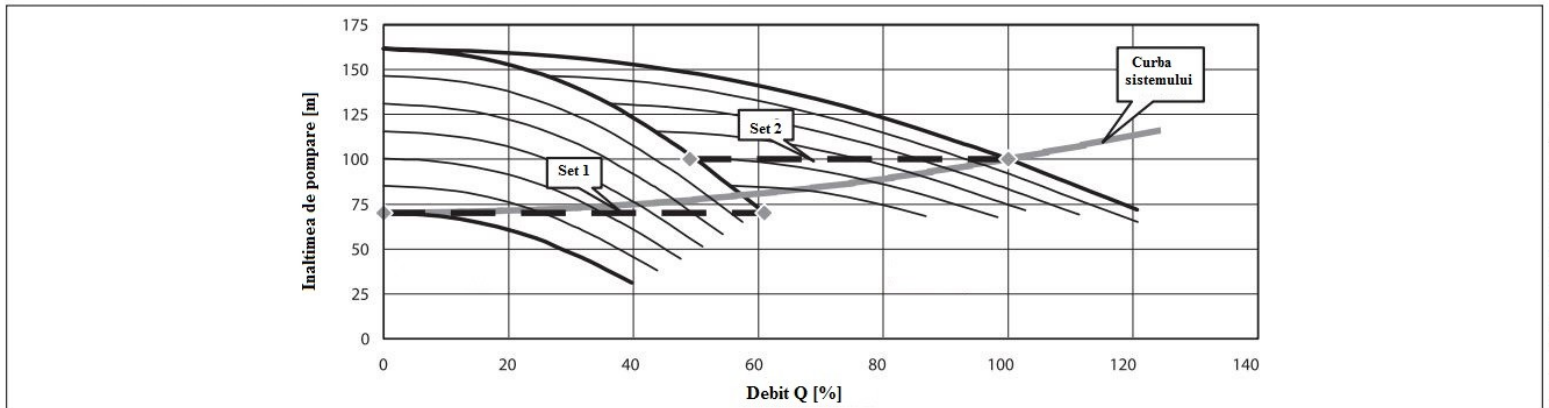

Fig. 2
-De asemenea, pentru aceste tipuri de panouri de control exista o functionare cu crestere treptata a presiunii, setata pentru a compensa eventualele scaderi de presiune (traductor de presiunea pozitionat la pornire). Unitatea de control opereaza pe nivele cu 2 nivele de presiune; cand este pornita doar pompa numarul 1, valoarea de referinta este SET1 si devine SET2 cand cele doua pompa sunt in functiune simultan, asa cum este reprezentata in Fig. 2. Ambele pompe sunt modelate in paralel.